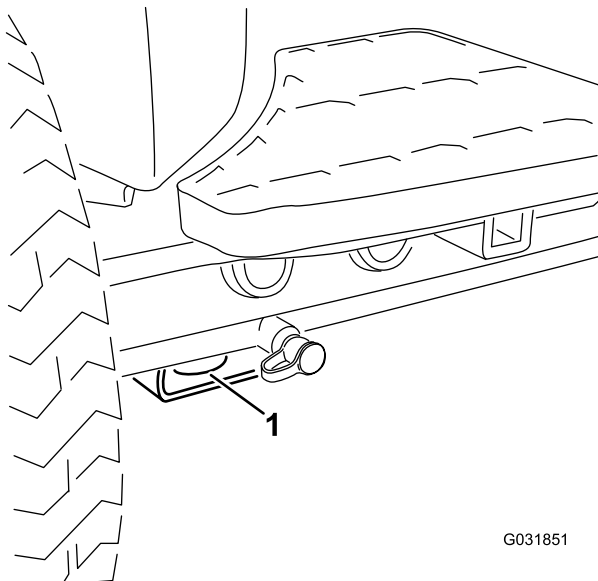

Figure 65
- **Avant de la machine** – trou du patin rectangulaire, sous le tube d'essieu, à l'intérieur de chaque roue avant (Figure 65).